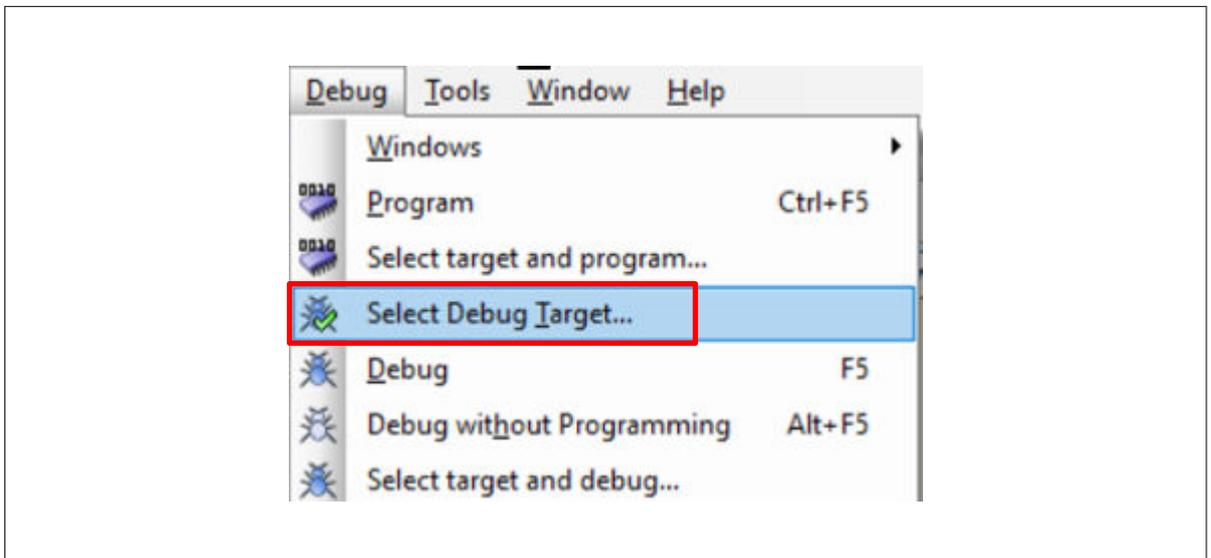

図 48 デバッグ ターゲットの選択
1. 図 48 に示すように、PSOC™ Creator メニューから、**Debug > Select Debug Target** を選択してください。